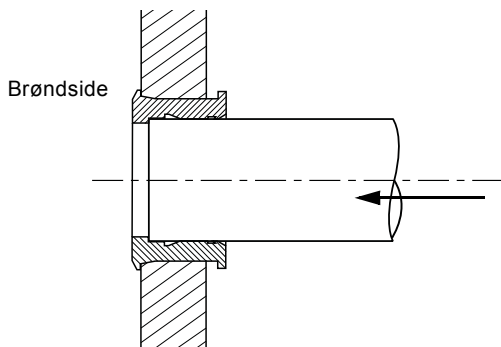

Fig. 25 Rør med LM965-manchet, set fra siden
**L965-manchetter:** Skub indløbsrøret ind i manchetten og mod stop. Se fig. 25.